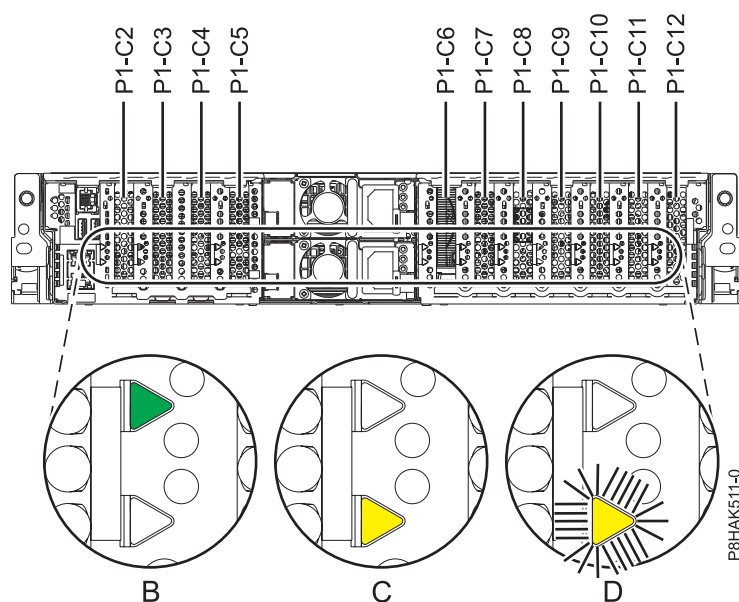

図 23. 5148-21L、5148-22L、8247-21L、8247-22L、8284-21A、または 8284-22A システムの PCIe アダプター・スロットの位置および LED の位置
1. PCIe アダプター・スロットおよび保守する PCIe アダプター用のサービス・インディケーターの位置を理解してください。PCIe アダプターは、システム背面に取り付けられています。45 ページの図 23 は、5148-21L、5148-22L、8247-21L、8247-22L、8284-21A、または 8284-22A システムの PCIe アダプターの位置およびその PCIe アダプターの発光ダイオード (LED) の位置を示しています。